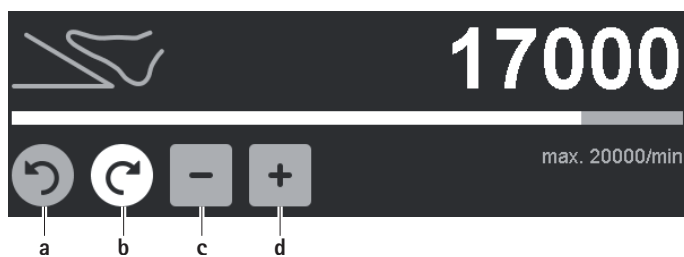

Fig. 6 Ändra den övre varvtalsgräns/rotationsriktningen
- Ändra rotationsriktning: Aktivera den inaktiva, grå rotationsriktningsknappen för högerrotation/vänsterrotation **a/b**, se Fig. 6. Rotationsriktningen ändras från högerrotation till vänsterrotation och tvärtom.